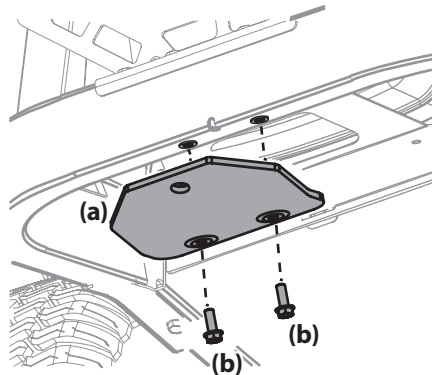

Figura 2
1. Ubique el enganche (a) e instálelo en la parte trasera del bastidor con los tornillos de arandela hexagonal (b) proporcionados. Consulte la Figura 2.